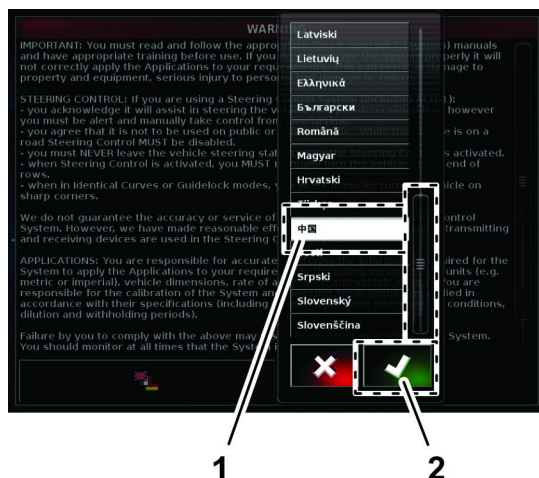

図 16
2. 言語選択ボックスで、希望する言語を探して選択肢、はいアイコンを押す 図 16。